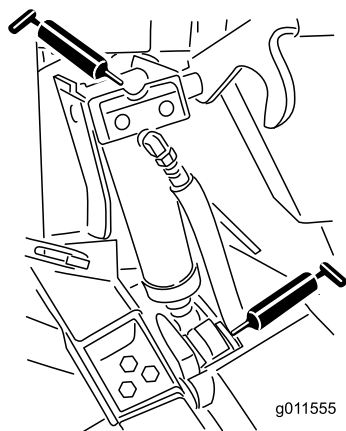

Figura 51
- Quatro casquilhos do cilindro de elevação (Figura 51)